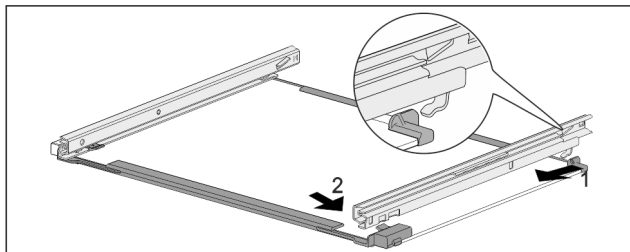

Fig. 236 Ripiano in vetro con guide
- Agganciare la guida sul lato posteriore. Fig. 236 (1)
- Innestare la guida sul lato anteriore. Fig. 236 (2)